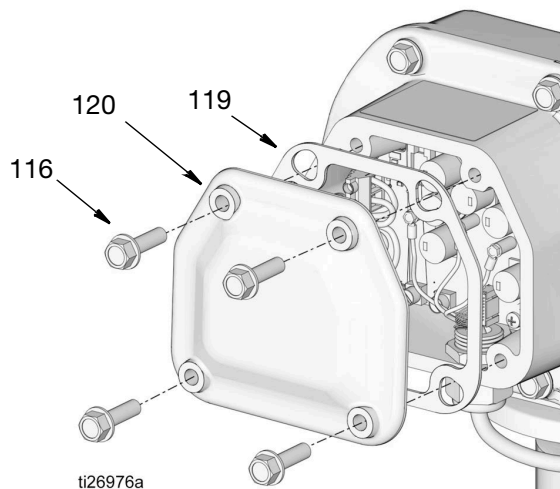

Рис. 55
5. Выкрутите винты (116) из крышки коробки управления двигателем (120) и снимите крышку и прокладку (119) (Рис. 55).